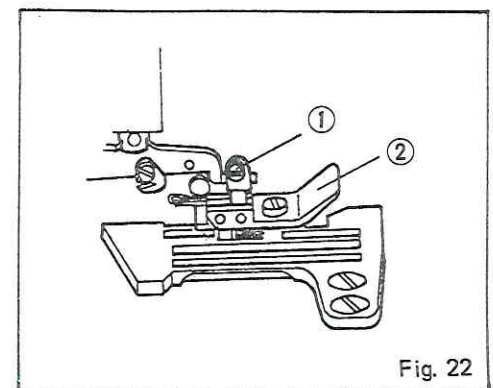

Fig. 22
(3) Presser Foot Position Adjustment Fig. 22
Alineación del prensatelas. Fig. 22
Réglage de la position du pied presseur Fig. 22